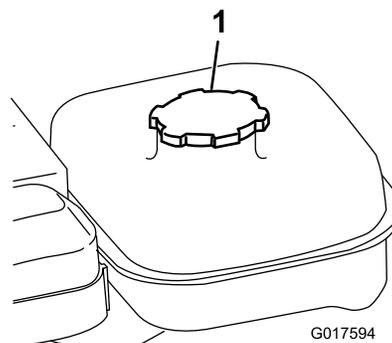

Рисунок 16
1. Очистите область вокруг крышки топливного бака и снимите ее (Рисунок 16).